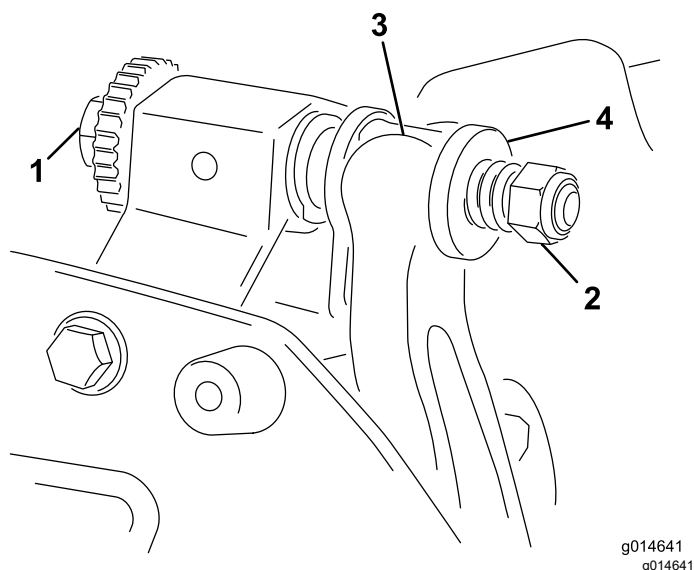

Figure 19
1. Tournez les vis de réglage de la barre d'appui dans le sens antihoraire pour éloigner la contre-lame du cylindre (Figure 19).
2. Faites sortir l'écrou de tension du ressort jusqu'à ce que la rondelle ne soit plus tendue contre la barre d'appui (Figure 19).